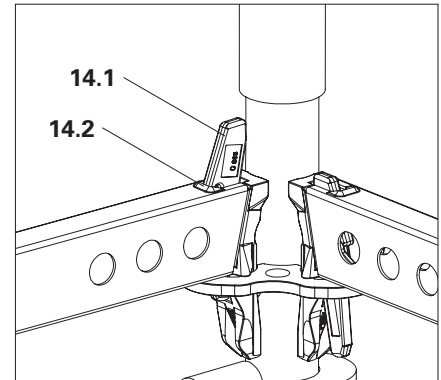

Fig. A3.04b
- Se il cuneo non cade, spingere manualmente la punta del cuneo (**14.2**) verso il basso dal corrente orizzontale. (Fig. A3.04b + A3.05a)